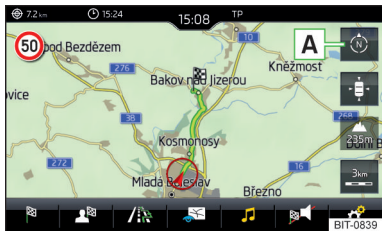

Fig. 221
- Pentru **modificarea orientării hărții** atingeți în meniul principal *Navigație* suprafața de comandă funcții  **A** » fig. 221.